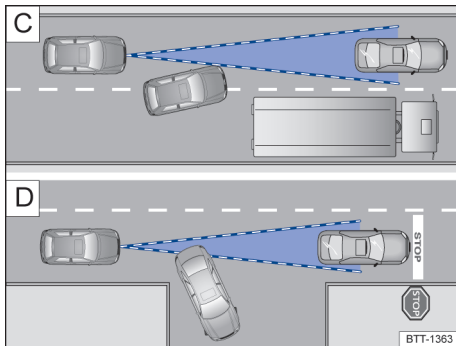

Fig. 100 C) Cambio de carril. D) Vehículo girando o parado.
Por ejemplo, si un vehículo detectado por el ACC gira o cambia de carril, y si hay un vehículo parado frente a este vehículo, el ACC no reaccionará al vehículo parado → fig. 100 D).
- Vehículos que cambian al carril donde usted está a poca distancia del vehículo → fig. 100 [C].